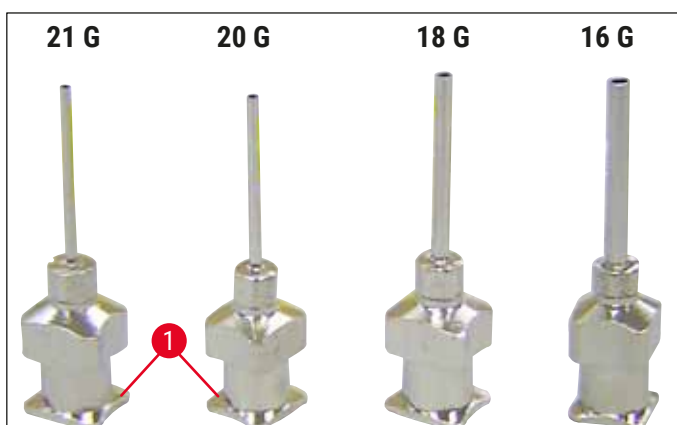

Fig. 14
- Velg dysen som skal brukes til påføring av dekkglass fra leveringen (→ Fig. 14).